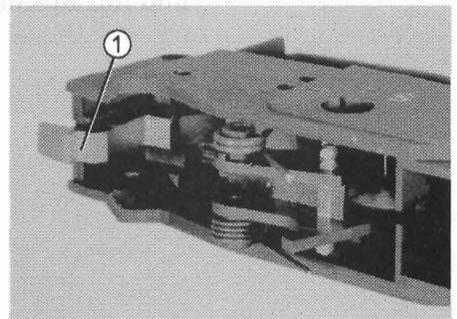

Bild 63 Fangstollen wechseln
- ⇒ Einbaulage des Fangstollens (Bild 63) beachten.